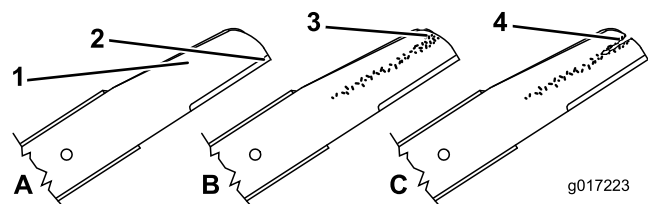

Рисунок 41
1. Осмотрите режущие кромки (Рисунок 41). Если кромки не острые или зазубренные, снимите ножи и заточите или замените их.
2. Осмотрите ножи, обратив особое внимание на состояние их фигурных частей (Рисунок 41). При обнаружении повреждений, износа, образования бороздки на этих частях, немедленно замените нож новым.